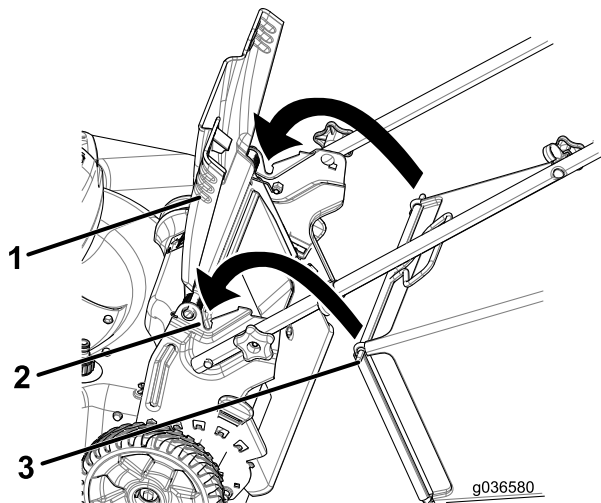

Figure 21
1. Soulevez le déflecteur arrière et maintenez-le dans cette position (Figure 21).
2. Montez le bac à herbe en veillant à placer les ergots dans les crans du guidon (Figure 21).